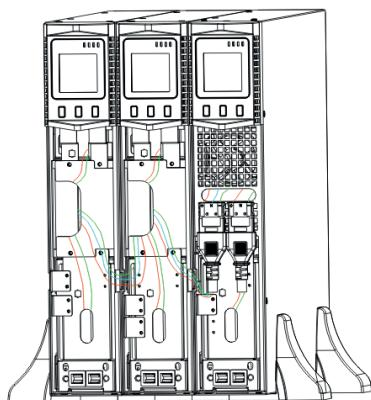

Figure 16 : Installation de l'ASI et deux compartiments des batteries supplémentaires (EBP)
L'installation de l'ASI et des batteries supplémentaires (EBP) en référence à la Fig. 16
1. Installez les éléments de base et mettez dessus l'ASI et les compartiments de batteries supplémentaires, un par un, comme l'indique la Figure 16.